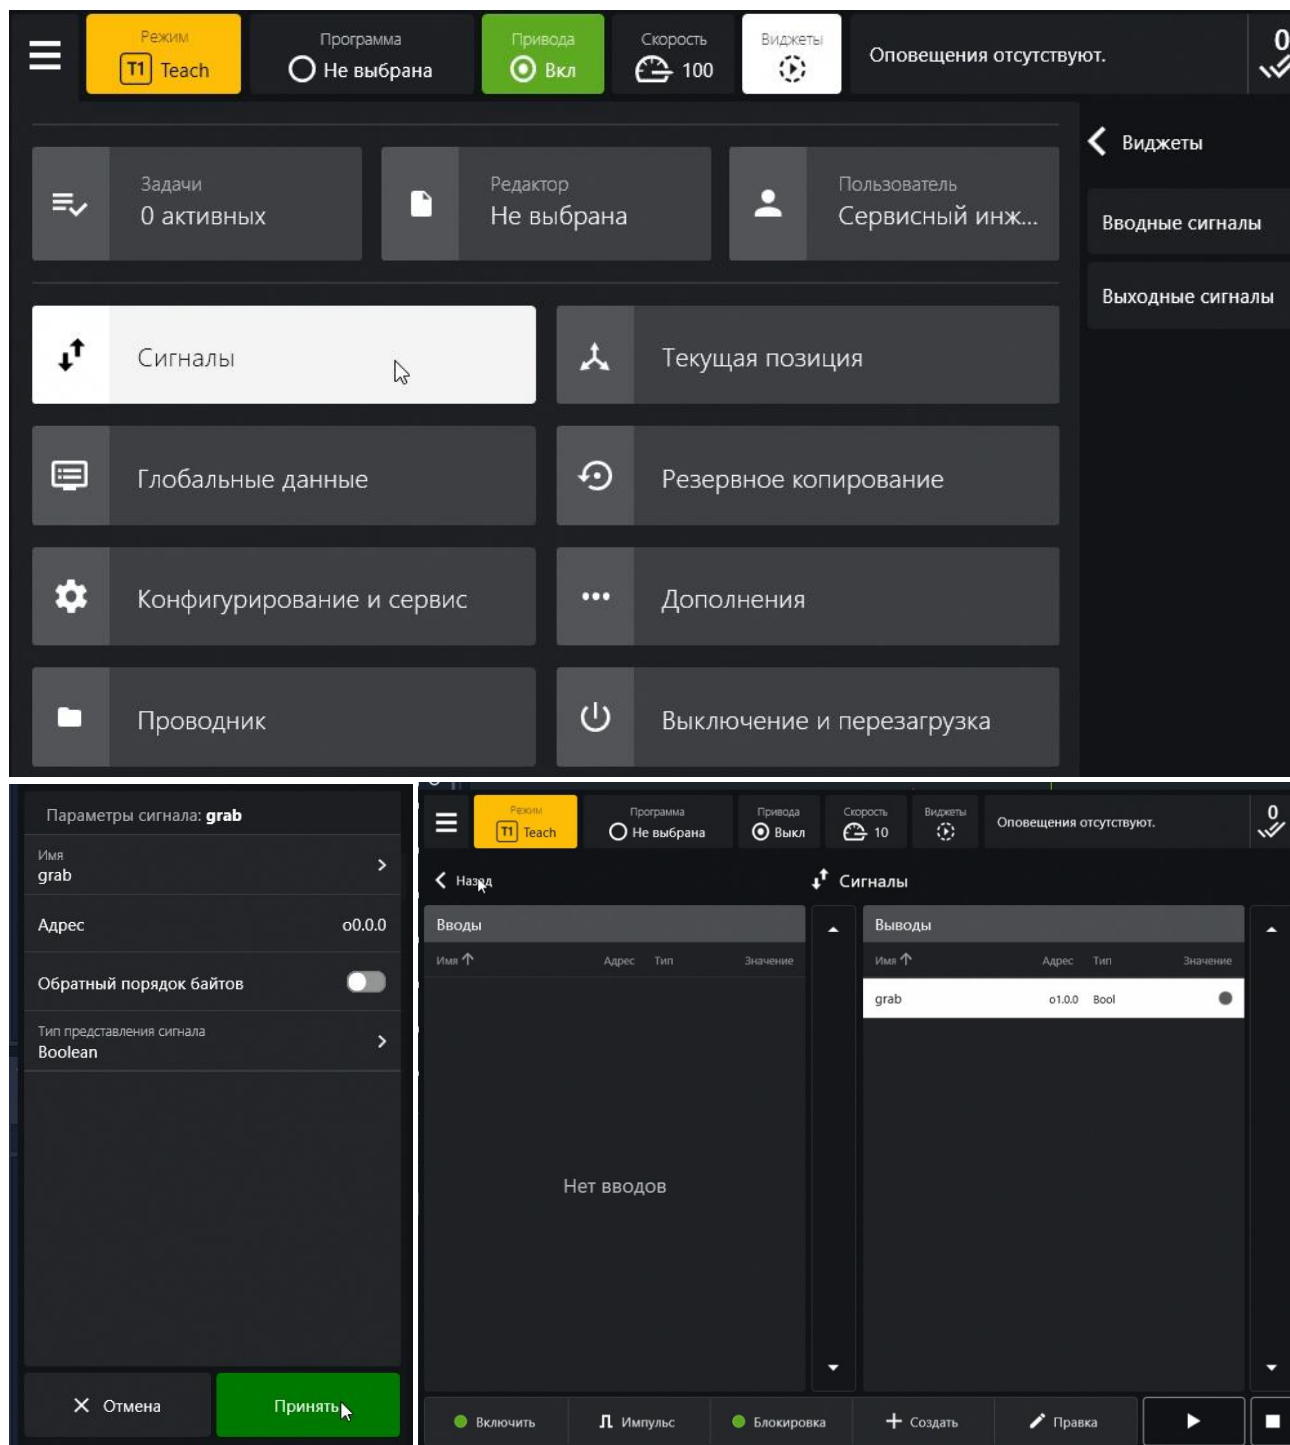

Рисунок 25 – Добавление сигнала в системе HMI
- В системе HMI открыть настройки сигналов и добавить новый сигнал типа boolean. Адрес по умолчанию (Рисунок 25).